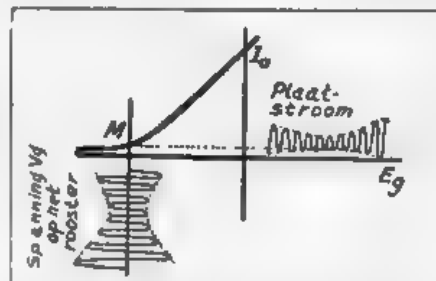

Fig. 43. In het werkpunt M veroorzaken de wisselende roosterspanningen een gelijkgerichten stroom in de plaat.
W. — Ja! Toch kan men voor die gelijkrichting ook op een minder directe wijze te werk gaan dan die, welke wij tot nu toe hebben bestudeerd. Daarvoor gebruikt men dan een versterkerlamp, waarvan het rooster van een batterij V_g (fig. 42) een zoo hoge negatieve spanning krijgt, dat de plaatstroom bijna nul is. (Dat is het punt M in de onderste bocht van de karakteristiek in fig. 43.) Men legt de gemoduleerde hoogfrequente spanningen tusschen het rooster en de kathode aan. De positieve halve perioden geven